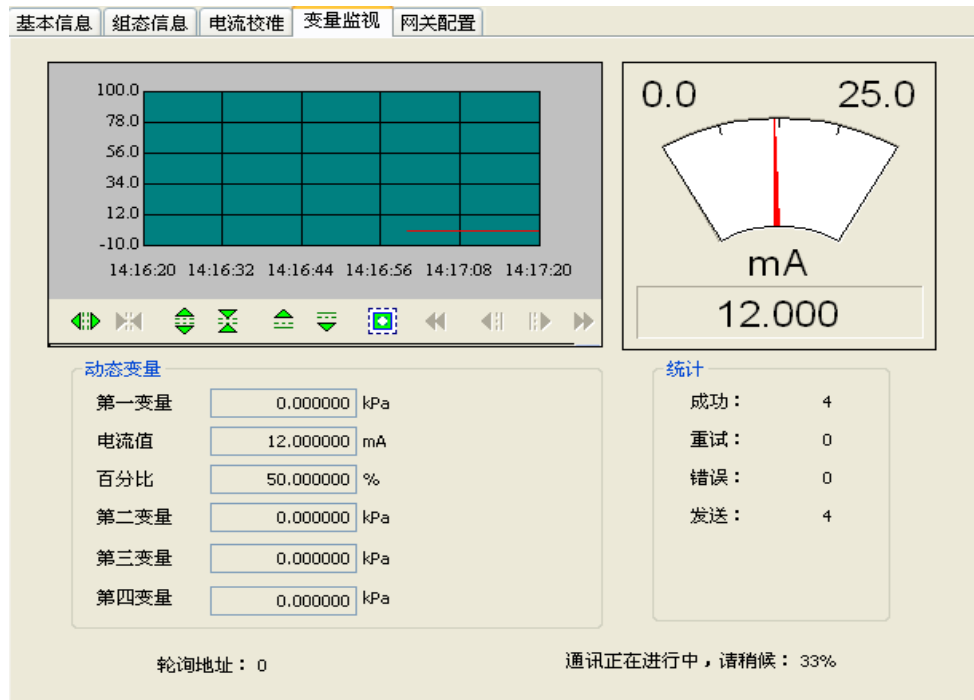

图 5.23 变量监视选项卡
- (1) 鼠标左键点击网络视图中某一在线设备，右侧选项卡视图将显示与该设备相关的选项卡。
- (2) 点击右侧选项卡视图中的“变量监视”，如图 5.23 所示。